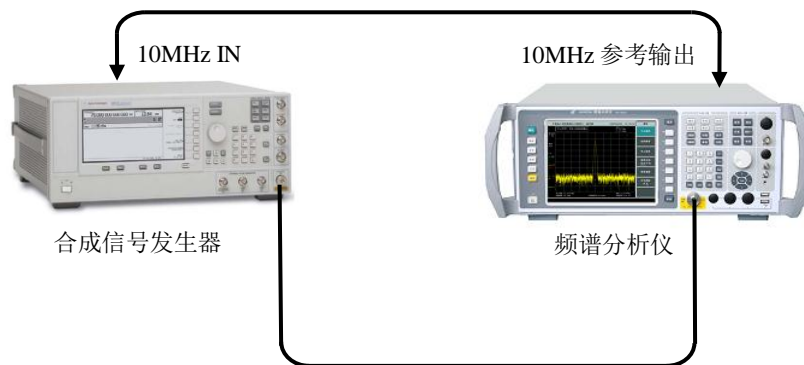

图 6-4 分辨率带宽准确度测试设置
- 1) 如图 6-4 连接仪器。频谱分析仪为信号发生器提供频率参考。